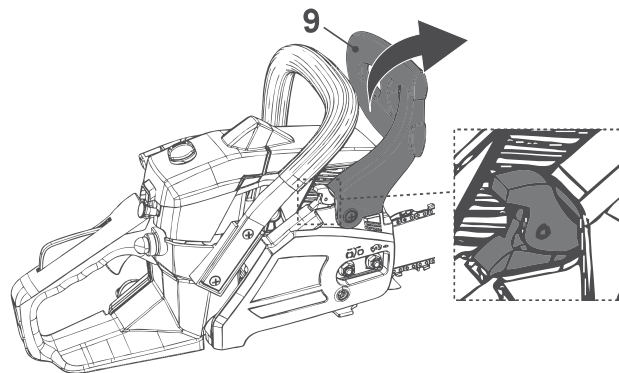

Fig. 23, Freno de cadena activado
**Freno de cadena activado:** cuando la palanca del freno de cadena (9) está en la posición de activación, la cadena se detiene en cuanto se activa el freno de cadena (Fig. 23).